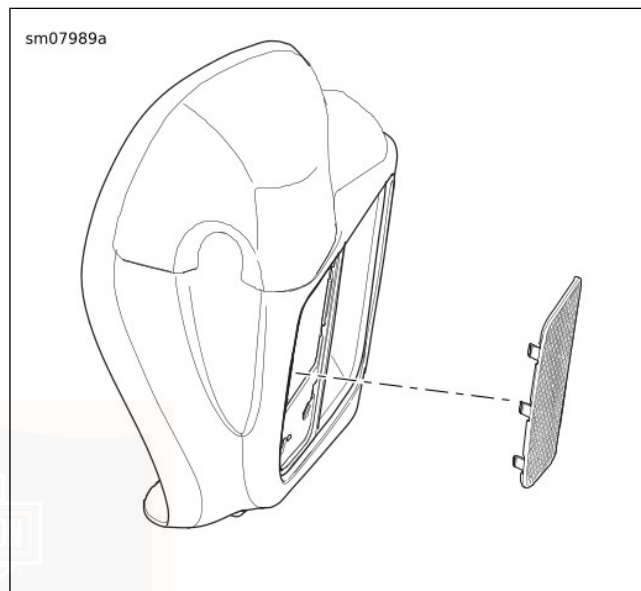

Figure 82. Panneau de grille du carénage inférieur
1. Voir Figure 82 . Retirer la grille extérieure du carénage inférieur.